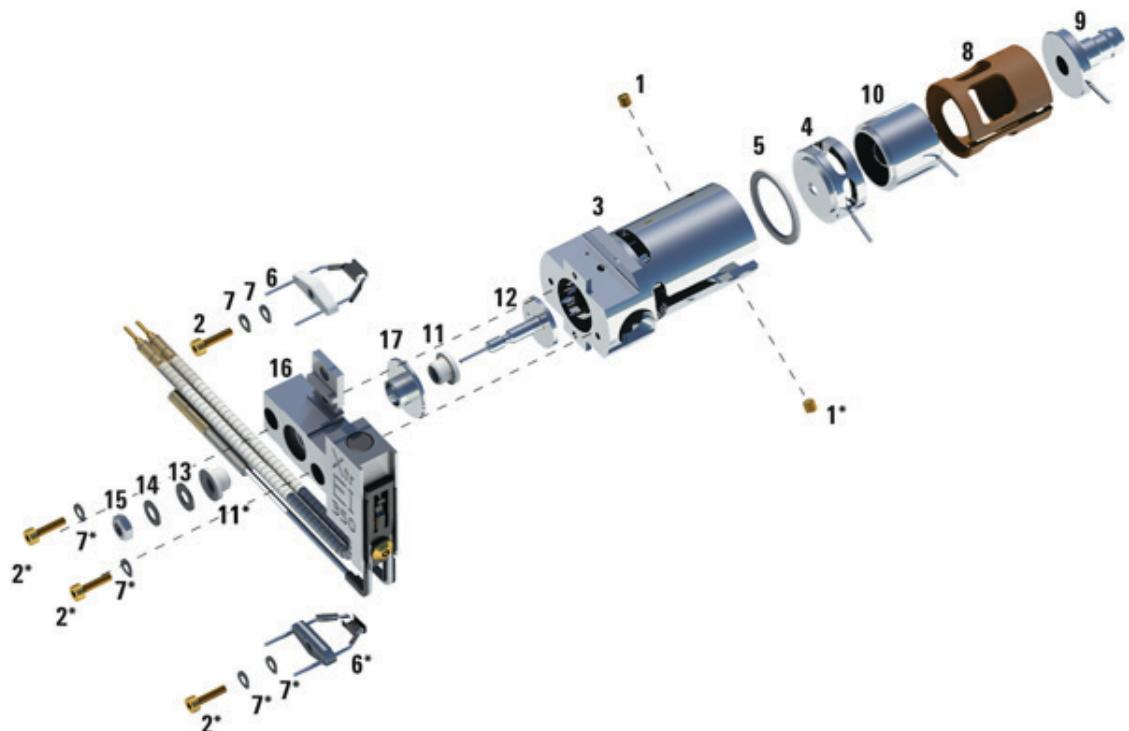

Figura 23 Desmontar la fuente extractora de iones de EI
- 2 Retire los filamentos al quitar los dos tornillos chapados en oro y separar los filamentos de la fuente. Consulte la sección **Figura 23** en la página 154.
Tabla 19 Lista de piezas de la fuente extractora de iones (Figura 23)
Tabla 19 Lista de piezas de la fuente extractora de iones (Figura 23) (continuación)